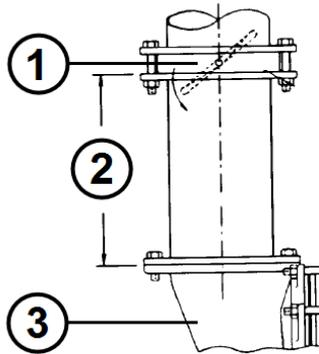

Fig. 13 Posizionamento corretto della valvola a farfalla nel tubo di aspirazione (dettaglio)
2. Assicurarsi che il percorso di smorzamento del diametro del tubo doppio venga rispettato (\rightarrow Fig. 13, pagina 20).
3. Osservare l'orientamento corretto e direzione di apertura della valvola a farfalla (\rightarrow Fig. 13, pagina 20).